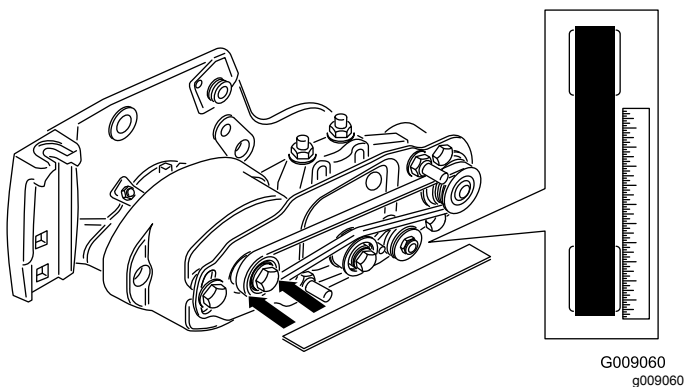

Рисунок 33
- Установите проверочную линейку на наружную поверхность **ведущего** шкива (Рисунок 33). **Не** устанавливайте проверочную линейку на ремень и ведомые шкивы.